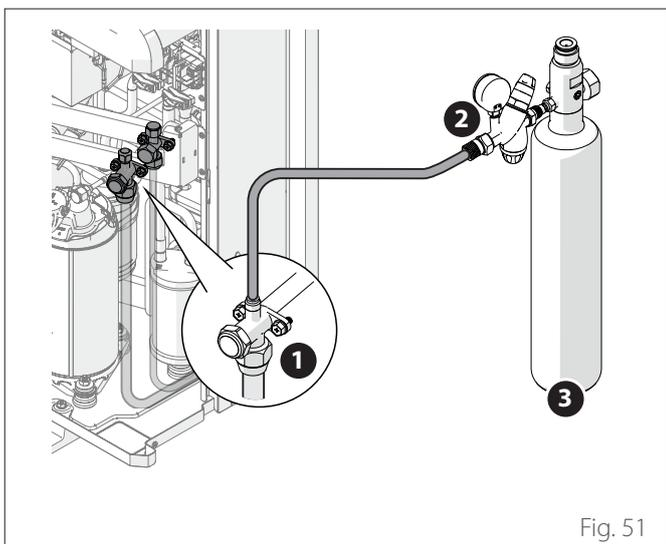

Fig. 51
- Ligue a botija de azoto através do redutor de pressão e da mangueira à tomada de serviço ("Fig. 51").